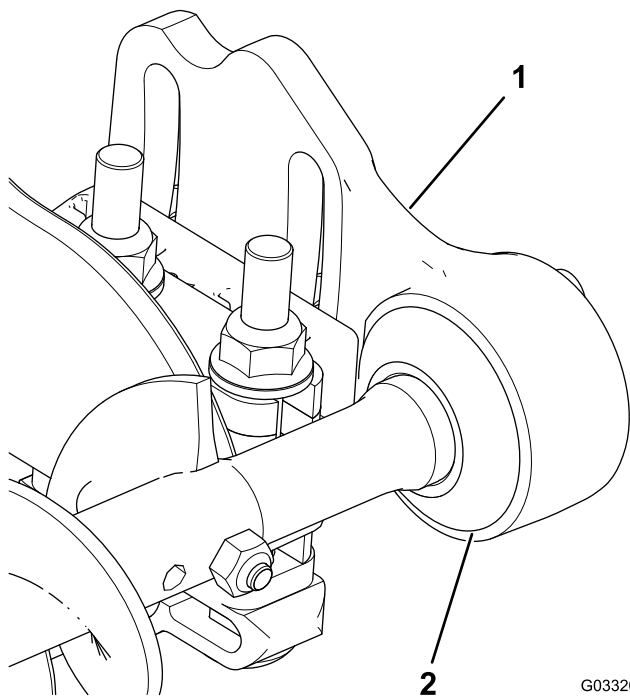

図 6
4. 各エクスクルーダシールを外側にずらし、シールのリップがそれぞれのベアリングハウジングに軽く接触するようにする図6。